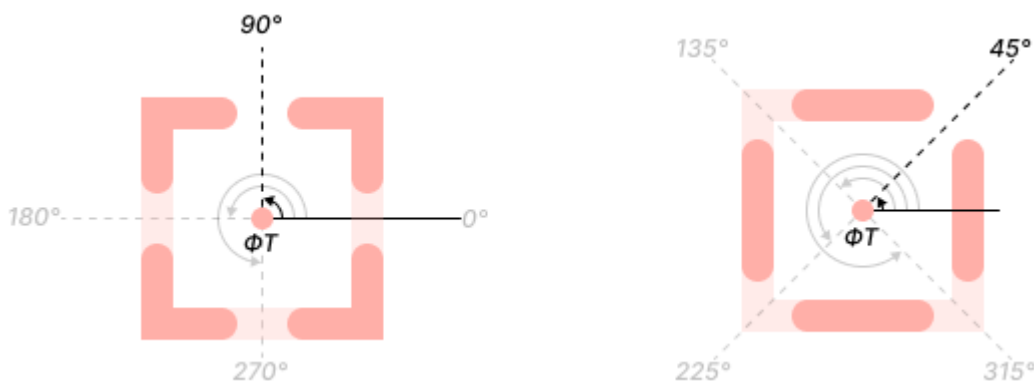

Рис. 208 Построение спиц термобарьера
- Угол наклона спицы – значение угла, под которым строится первая спица, относительно оси X против часовой стрелки. Значение может быть задано в диапазоне 0 – 359° с шагом 1° , см. Рис. 208.